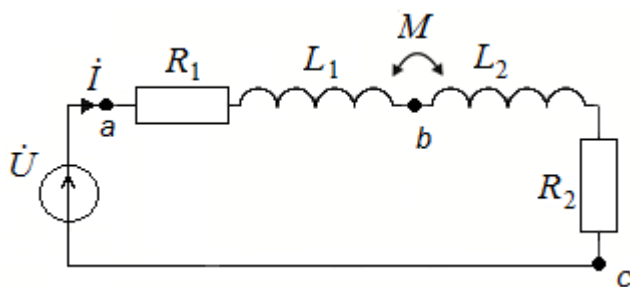

Рис. 194
3. К двум последовательно соединенным катушкам индуктивности (рис. 194) подключено напряжение $U = 76 \text{ В}$ с частотой $f = 50 \text{ Гц}$.